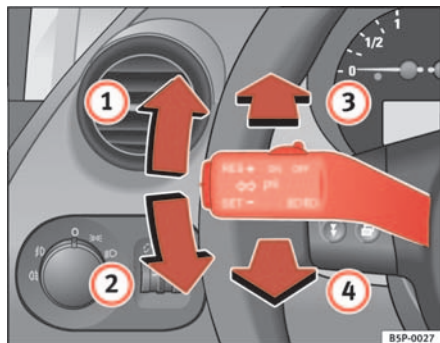

Fig. 77 Palanca de intermitentes y de luz de carretera
- Desplace la palanca hacia arriba hasta el tope $\Rightarrow$ fig. 77 ① para encender el intermitente **derecho** o bien hacia abajo ②, para encender el intermitente **izquierdo**.
- Desplace la palanca hacia adelante $\Rightarrow$ fig. 77 ③ para encender la luz de carretera.